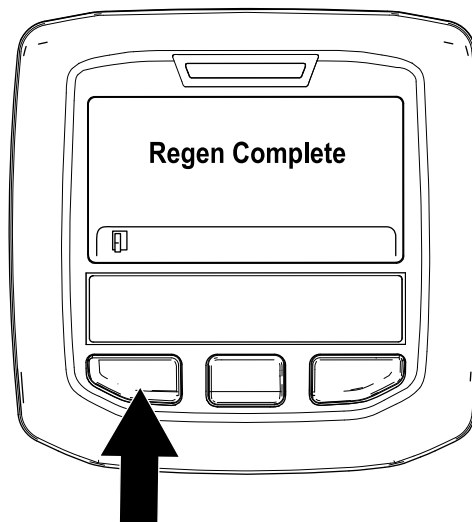

Figure 40
9. La régénération en stationnement est terminée quand le message « Regen Complete » (régén. terminée) s'affiche dans l'InfoCenter. Appuyez sur le bouton gauche pour quitter l'écran d'accueil (Figure 40).